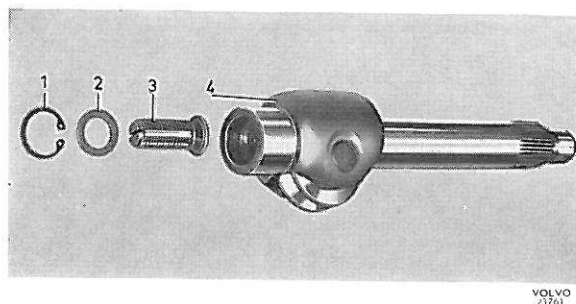

Figure 54. Axe porte-galet
5. Monter la vis de réglage, la rondelle et le jonc de verrouillage sur l'axe porte-galet, voir figure 54. Le jeu de la vis de réglage dans le sens axial doit être aussi négligeable que possible et, de toute façon, ne pas dépasser 0,05 mm. Pour réduire ce jeu, remplacer la rondelle (2) par une rondelle plus épaisse. Toutefois, la vis de réglage doit pouvoir se laisser tourner avec facilité après montage.